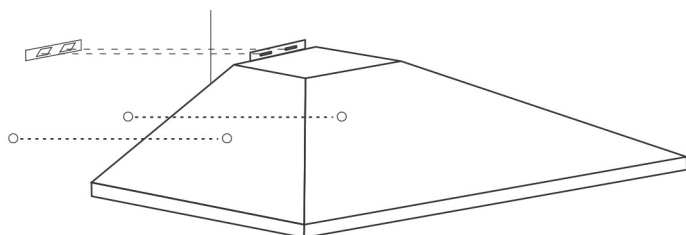

Рис. 12
4. Повесьте корпус вытяжки на установленную планку. Проверьте правильность установки и отметьте еще 2 отверстия внутри вытяжки (рис. 12).
6. Если вытяжка будет работать в режиме отвода воздуха в вентиляционную шахту, то необходимо установить гибкий воздуховод (рис. 12). Он прикрепляется к переходному антивозвратному клапану, место крепления нужно предвари-